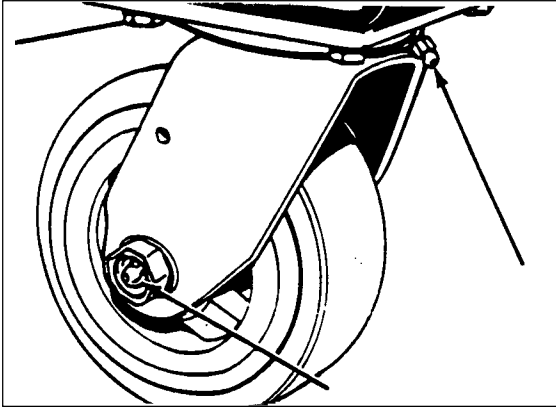

Figure 1
4. Use a grease gun to lubricate the castor. See figure 1.
4. Utilisez un pistolet de graissage pour lubrifier la roulette. Voir figure 1.